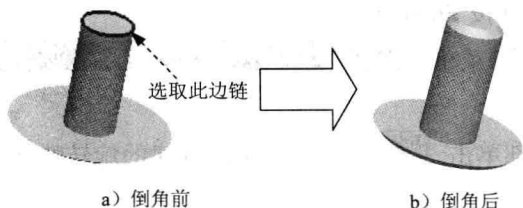

图 1.7 创建倒角特征 1
Step4. 创建图 1.7 所示的倒角特征 1，相关操作如下：